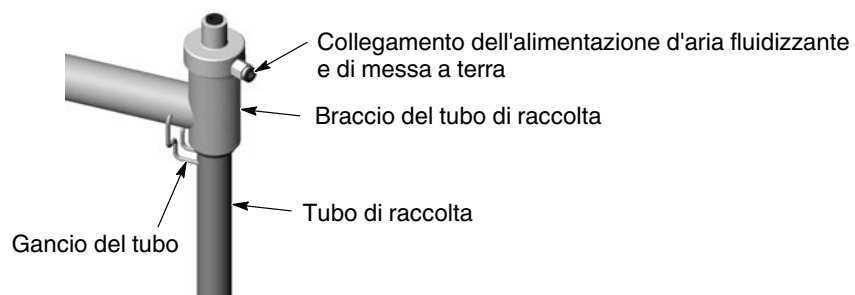

Figura 4-1 Uso della staffa del tubo di raccolta
1. Vedi figura 4-1. Sollevare il tubo di raccolta e spingere il gancio del tubo in basso, sotto l'estremità del tubo di raccolta per tenerlo in posizione sul braccio.